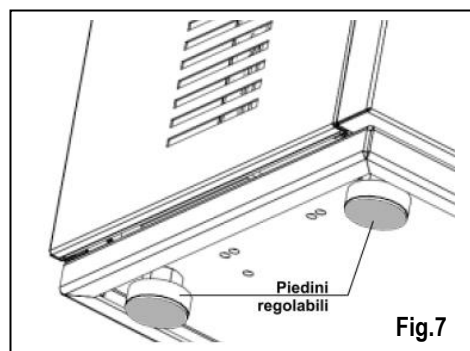

Fig.7
- Controllare con una livella bolla che il prodotto sia in piano. Eventualmente agire sui piedini regolabili installati alla base (**fig. 7**).